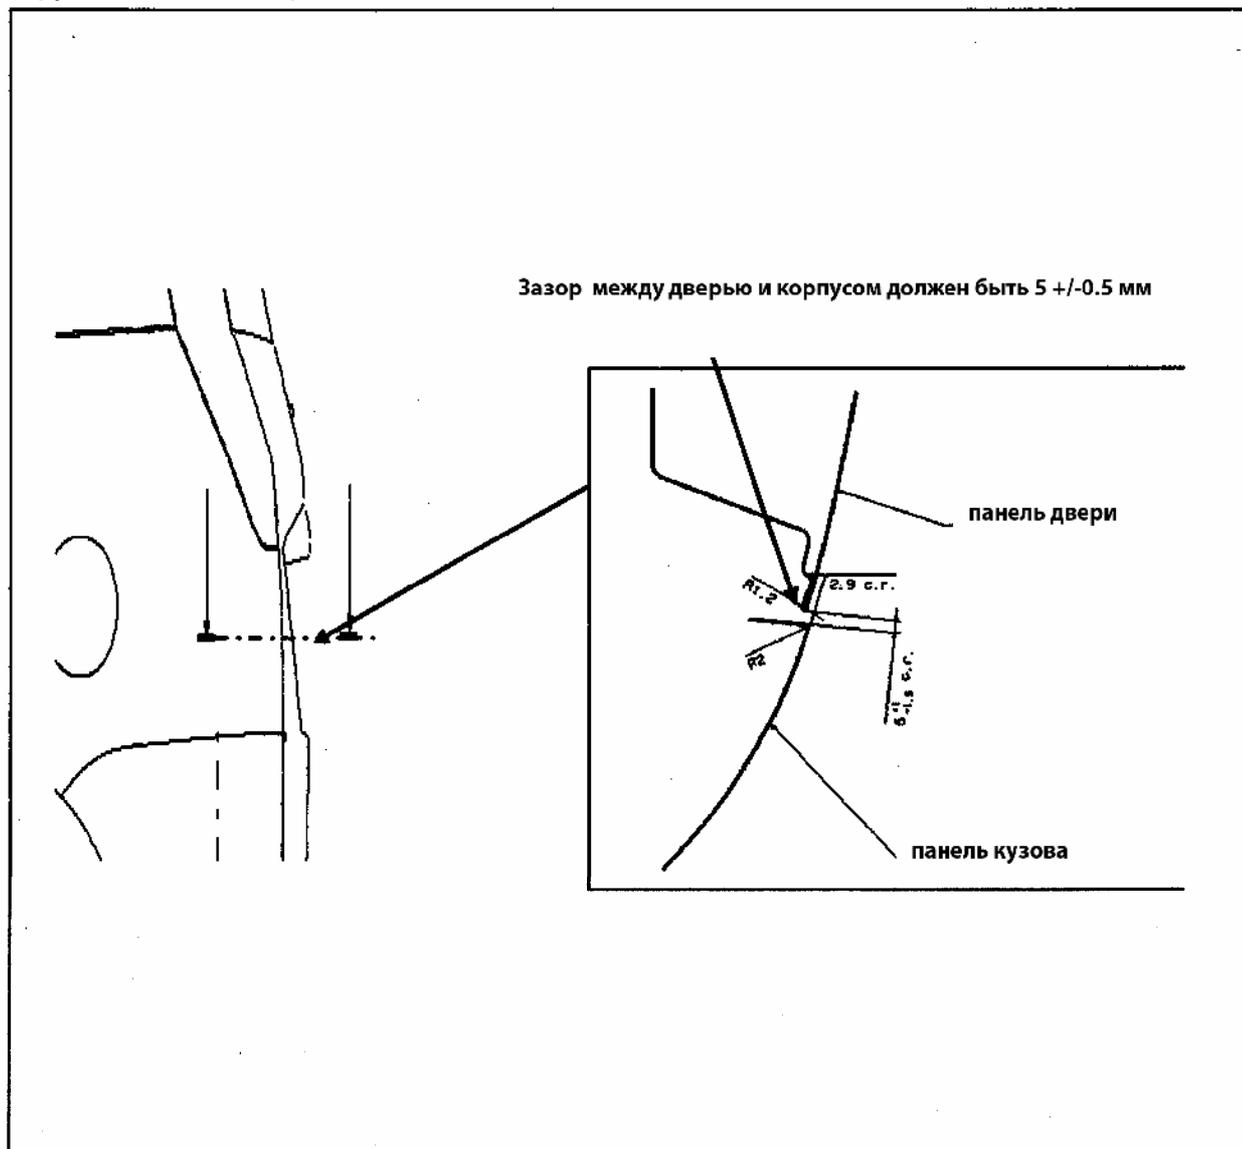

Рис. 821
- Двери и петли: двери багажника должна открываться мягко и без шума, угол открывания  $91^\circ$ , усилие закрытие не более 70Н. Петли должны соответствовать требованиям. Зазор между дверью и кузовом автомобиля показан на рисунке (Рис. 821):